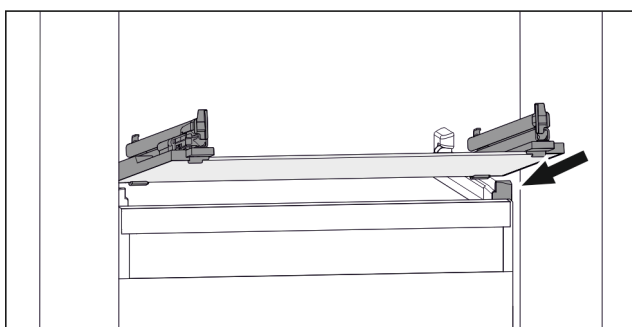

Fig. 138 Exempel på glashylla
- ▶ Sätt på glashylla i vinkel bakom stopplackarna. (se Fig. 138)